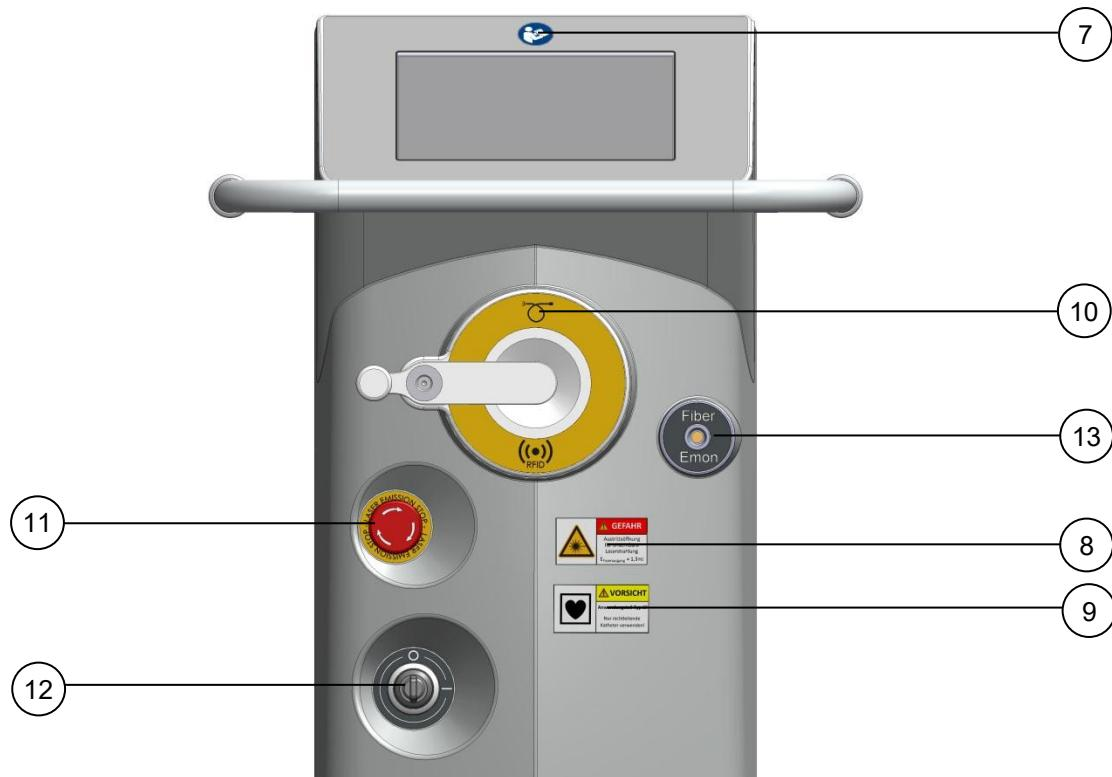

Abb. 2-2: Gerätvorderseite
7.	<p>Anleitung beachten.</p> <p>Das Symbol befindet sich auf der Gerätefront oberhalb des Touchscreens (siehe Abb. 2-2).</p>
8.	<p>Das Laserwarnkennzeichen warnt vor dem Austritt von Laserenergie an dieser Stelle.</p> <p>Das Label befindet sich an der Gerätevorderseite neben der Laserstrahlaustrittsöffnung (siehe Abb. 2-2).</p>
9.	<p>Defibrillationsgeschütztes Anwendungsteil des Typs CF</p> <p>Es dürfen nur Fasern des Typs CF angeschlossen werden. Es dürfen nur nichtleitende Katheter verwendet werden.</p> <p>Das Label befindet sich unterhalb des entsprechenden Anschlusses auf der Gerätевorderseite (siehe Abb. 2-2).</p>
10.	<p>Anschluss der Faser und Position der RFID-Spule.</p> <p>Das Label befindet sich oberhalb des entsprechenden Anschlusses auf der Gerätevorderseite (siehe Abb. 2-2).</p> <p> Symbol für Radiofrequenz Identifikation</p> <p> Optische Faser</p>
11.	<p>Kennzeichnung Laser-Emission-Stop.</p> <p>Das Label befindet sich auf der Gerätevorderseite (siehe Abb. 2-2).</p>
12.	<p>Positionsanzeige für Schlüsselschalter.</p> <p>O = „AUS“</p> <p>I = „EIN“</p> <p>Das Label befindet sich auf der Gerätevorderseite (siehe Abb. 2-2).</p>
13.	<p>Energiemonitor für die Faser.</p> <p>Das Label befindet sich auf der Gerätevorderseite (siehe Abb. 2-2).</p>